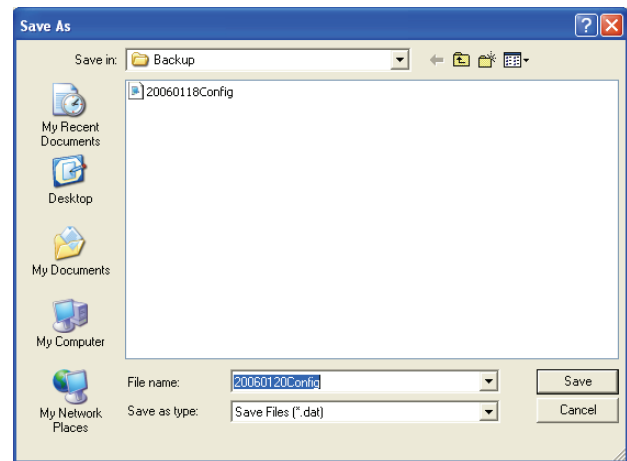

figure 8.23: Fenêtre « Save configuration file as »
- 1 Depuis le menu principal, cliquez sur le bouton Save configuration file. La fenêtre suivante s'affiche (voir figure 8.23).
Le nom de fichier par défaut repose sur la date définie dans l'horloge de l'ordinateur (voir figure 8.23).